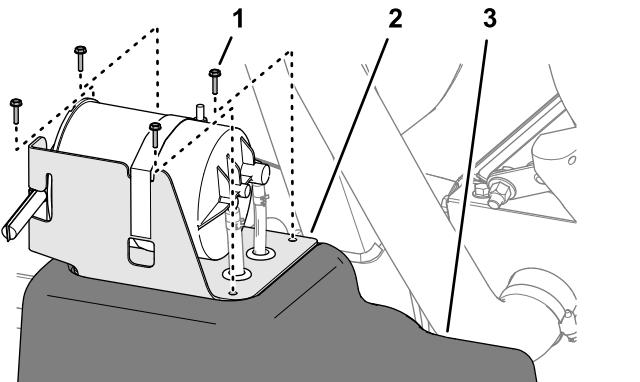

Figure 80
2. Sur le réservoir de carburant, retirez les 4 vis (n° 10 x ¾ po) qui fixent le support du filtre à charbon actif au sommet du réservoir de carburant (Figure 80).